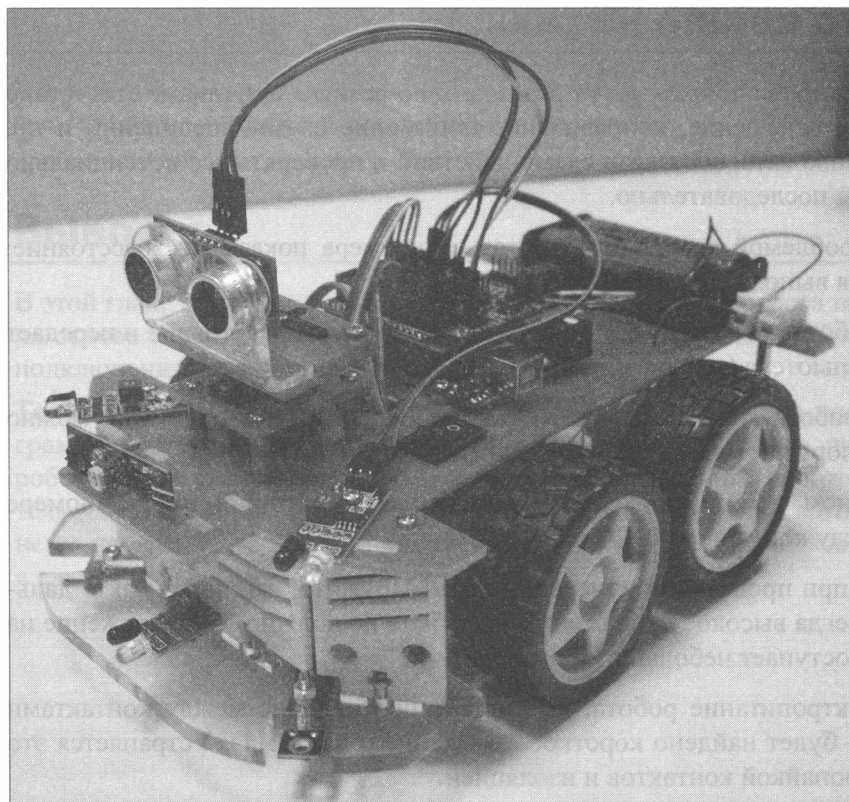

Рис. 10.10. Робот с установленной головой
9. Чтобы голове ничего не мешало вращаться, стянем болтающиеся провода стяжками. Стянутые в пучки провода реже подвергаются изгибам и реже переламываются. Теперь робот готов (рис. 10.10).